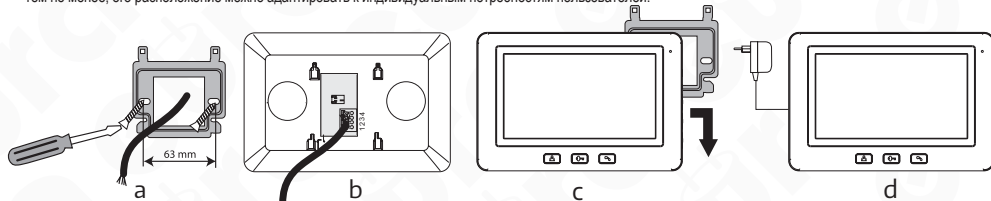

Рис. 3
1. Монтажную раму модуля (Рис. 3а) следует прикручивать к стене / монтажной коробке таким образом, чтобы обеспечить легкое и эстетичное соединение комплекта и шнура питания. Стандартная высота, на которой должен находиться центр экрана монитора после подвешивания на раме, составляет ок. 145 см, тем не менее, его расположение можно адаптировать к индивидуальным потребностям пользователей.
2. К соединительным клеммам на задней панели монитора (Рис. 3б) следует подключить отдельные жилы кабеля в соответствии со схемой (Рис. 6).
4. На задней стороне корпуса монитора имеются 4 отверстия (Рис. 1) для подвешивания этого модуля на монтажную раму. Нужно аккуратно повесить монитор на раму, в направлении, указанном стрелкой на (Рис. 3с), так, чтобы все 4 держатели рамы оказались в отверстиях корпуса.